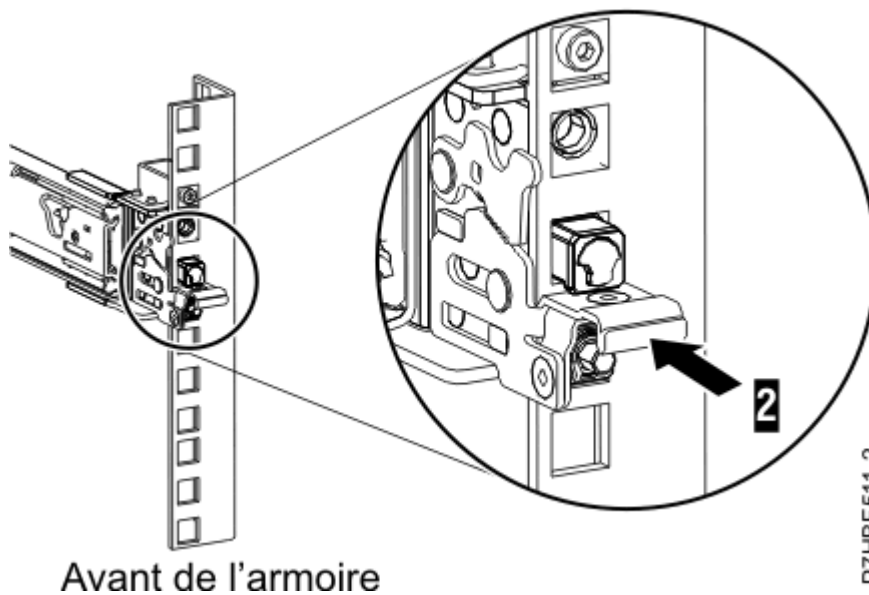

Figure 6 : Loquet installé sur la glissière avant de l'armoire
7. Lorsque vous tirez la glissière vers l'avant, vérifiez que les trois broches traversent les trous d'armoire, puis insérez complètement le loquet avant **(2)**. Pour plus de détails, voir la Figure 6, à la page 6.